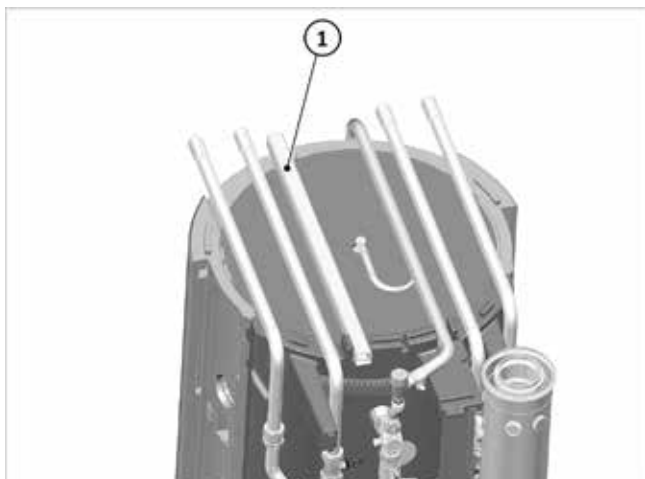

Abb. 102: Leitungsführungskanal
1. Modbus-Leitung der Verbindungsdose durch Leitungsführungskanal → Abb. 102 (1) im Deckelbereich heraussühren.